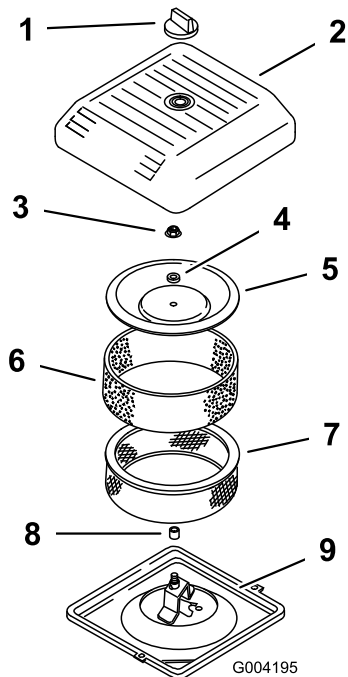

Figura 17
2. Svitare la manopola e togliete il coperchio del filtro dell'aria (Figura 17).
3. Fate scorrere attentamente il prefiltro in schiuma sintetica fuori dall'elemento di carta (Figura 17).
4. Svitare il dado del coperchio e togliete il coperchio, il distanziale e il filtro di carta (Figura 17).
- Montate il gruppo filtro dell'aria sulla relativa base (Figura 17).
- Montate il coperchio, il distanziale e fissatelo con il dado del coperchio (Figura 17). Serrate il dado ad una coppia di 10,7 Nm.
- Montate il coperchio del filtro dell'aria e fissatelo con la manopola (Figura 17).